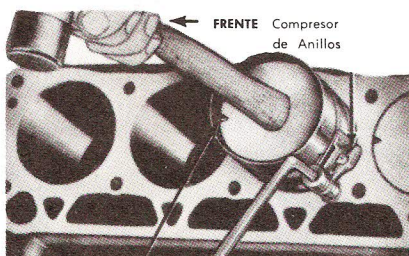

Fig. 30 — Instalaci6n de Embolo (Pist6n). T6pico
4. Cerci6rese que las aberturas entre las puntas de los anillos est6n espaciadas uniformemente alrededor de la circunferencia del 6mbolo (Fig. 29). Coloque un compresor de anillos en el 6mbolo y empuje el 6mbolo hacia dentro con el mango de un martillo, hasta que quede ligeramente debajo de la superficie del bloque (Fig. 30). Cerci6rese y tenga cuidado de guiar la biela